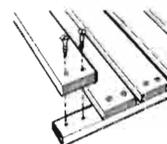

Fig. 4
1. Las tapas. Construye primero dos de las tres tapas. Utilizando el taladro y los tornillos galvanizados, ata seis tablas tapa a los listones frontales y traseros. Deja cerca de 1,25 cm entre las tablas (Fig. 4). Construye la tercera tapa de la misma forma, pero sin ponerle las dos tablas centrales.